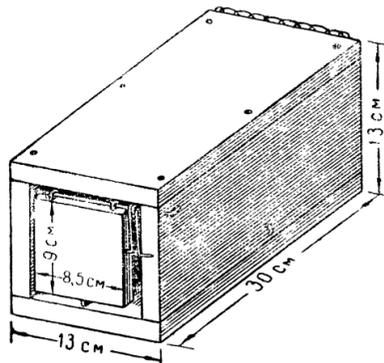

Рис. 7. Ловушка Зайцева (общий вид)
**Деревянная живоловка Зайцева** (рис. 7). Эта живоловка отличается простотой конструкции. Сделать ее можно так: из обрезков досок сбейте продолговатый ящик размером 30×13×13 см. Одну из торцовых стенок сделайте не из дерева, а забейте сеткой. Для другой заготовки дверцу с таким расчетом, чтобы она легко вставлялась в ящик. Затем из прочной проволоки согните рычаг, как показано на рисунке 8А, и концы его опаяйте. В верхней передней части и в нижней средней части боковых стенок ящика просверлите сквозные отверстия. После этого заготовьте дощечку размером 13×10 см и прикрепите ее проволоочными скобками к прямому плечу проволоочного рычага, как показано на рисунке 8Б. Затем всю конструкцию вставьте в ящик прямым плечом к сетчатой стенке и свободно
В верхний обрез дверцы вбейте проволоочные скобки, а в нижний — небольшой гвоздь со срезанной шляпкой; затем ось из твердой проволоки пропустите через верхние отверстия в корпусе и наденьте на нее заранее заготовленную короткую спиральную пружину и вкладную дверцу. Пружину взводят и закрепляют так, чтобы при отведении дверцы внутрь пружина стремилась вытолкнуть ее наружу, для чего одно плечо пружины крепят на дверце, а другое на корпусе ловушки (рис. 7). Теперь остается сделать стопор, не позволяющий дверце открываться наружу, — и ловушка готова. Для насторожки ловушки надо дверцу завести внутрь и имеющийся в нижнем обрезе шип зацепить за гнутое колесо проволоочной фигуры. Схема работы спускового механизма изображена на рисунке 9. Как только зверек, забегая в ловушку, попадет на площадку сторожка, он своей тяжестью сдвинет проволоочную фигуру, дверца освободится и захлопнется. Большим преимуществом ловушки является то, что ее можно ставить вплотную к отверстию норы, которое предварительно выравнивают лопатой или ножом.